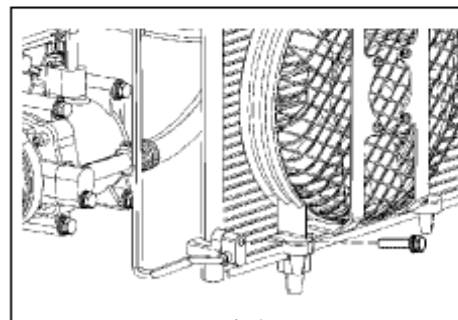

Рис. 471
- (1) Удалите болт, отсоедините нижний трубопровод хладагента от конденсатора.(рис. 471)